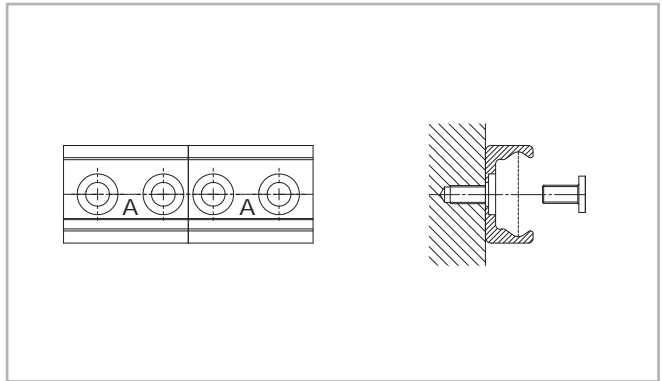

Fig. 115
- (1) Fixez les rails sur la surface de montage en serrant toutes les vis, à l'exception des dernières vis situées au niveau des aboutements du rail.
- (2) Montez les vis de fixation d'extrémité sans les serrer (voir fig. 115).